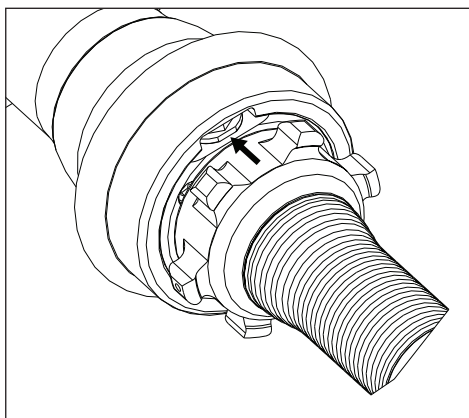

Figure 5, Position neutre
- Pour arrêter le mouvement des lames : relâchez le bouton à tout moment. Il retourne automatiquement en position neutre. Voir la Figure 5.